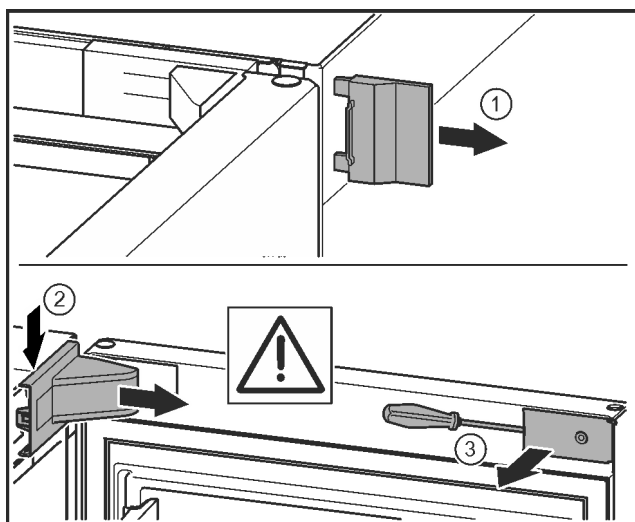

Fig. 10
- ▶ Зніміть зовнішню кришку. Fig. 10 (1)
- ▶ Звільніть і ослабте кришку опорного кронштейна. Зніміть кришку опорного кронштейна. Fig. 10 (2)
- ▶ За допомогою шліцевої викрутки звільніть від фіксатора та поверніть убік накладку. Fig. 10 (3)